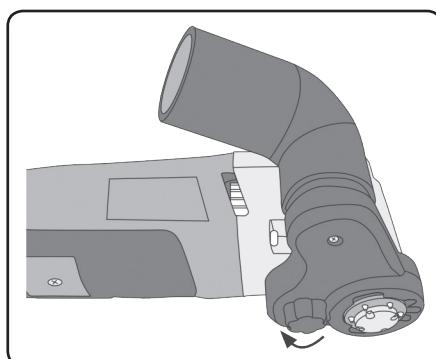

Abb.10
- Montieren Sie den Stutzen am unteren Teil des Gerätes und sichern Sie ihn mit einer Schraube, siehe Abb.10.